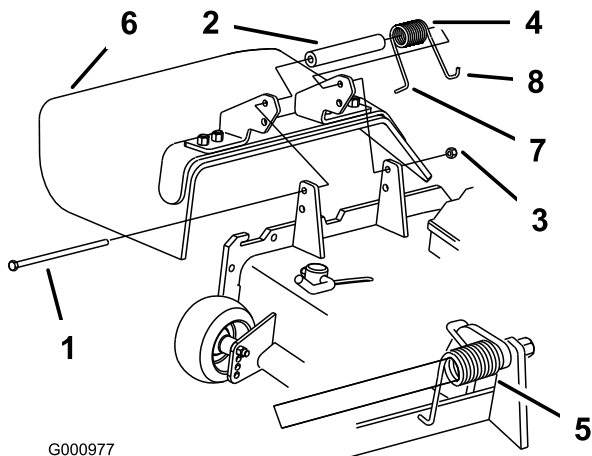

Figure 99
1. Retirez le contre-écrou, le boulon, le ressort et l'entretoise qui fixent le déflecteur aux supports de pivot (Figure 99). Enlevez le déflecteur s'il est endommagé ou usé.
Remarque: Prenez soin de placer l'extrémité en **L** du ressort derrière le bord du tablier avant de mettre le boulon en place, comme indiqué à la Figure 99.
- Remettez le boulon et l'écrou. Accrochez l'extrémité en **J** du ressort au déflecteur d'herbe (Figure 99).